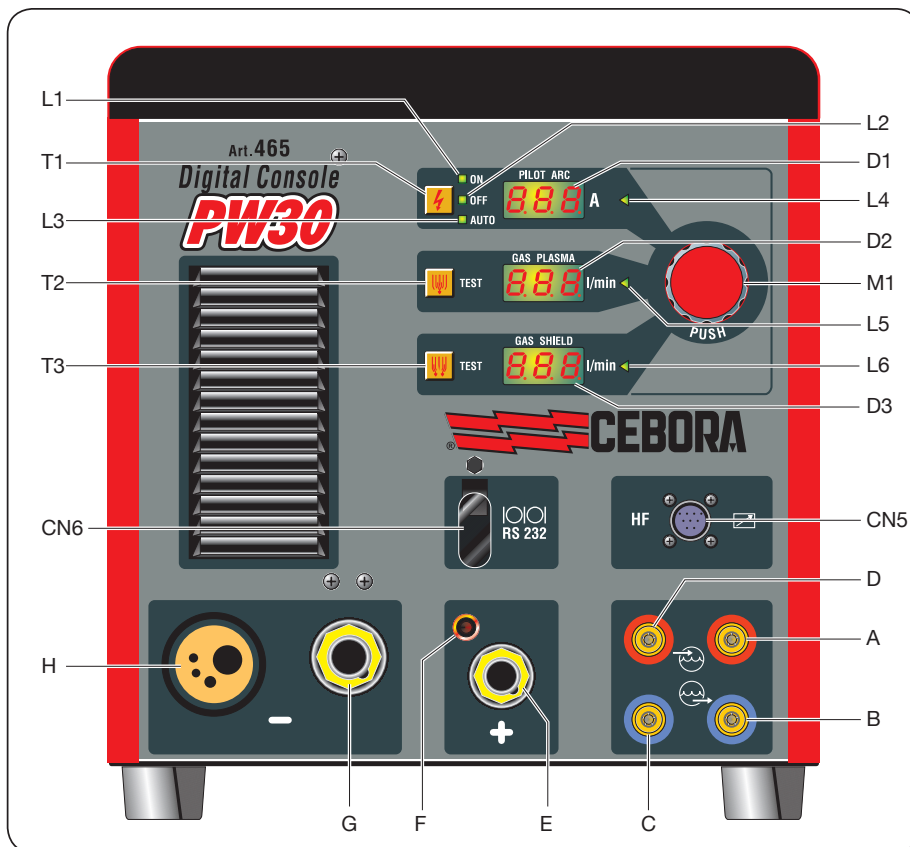

fig. 4a
4.2 Mandos y conexiones (fig. 4a y 4b).